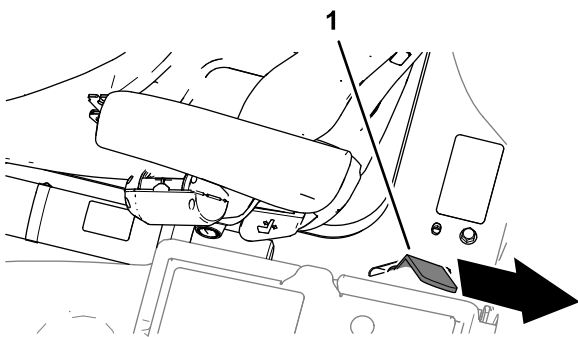

Figure 55
3. Abaissez complètement la plate-forme et déplacez la poignée de verrouillage vers l'arrière de la machine jusqu'à ce que les crochets du verrou s'engagent complètement sur la barre de verrouillage (Figure 55).